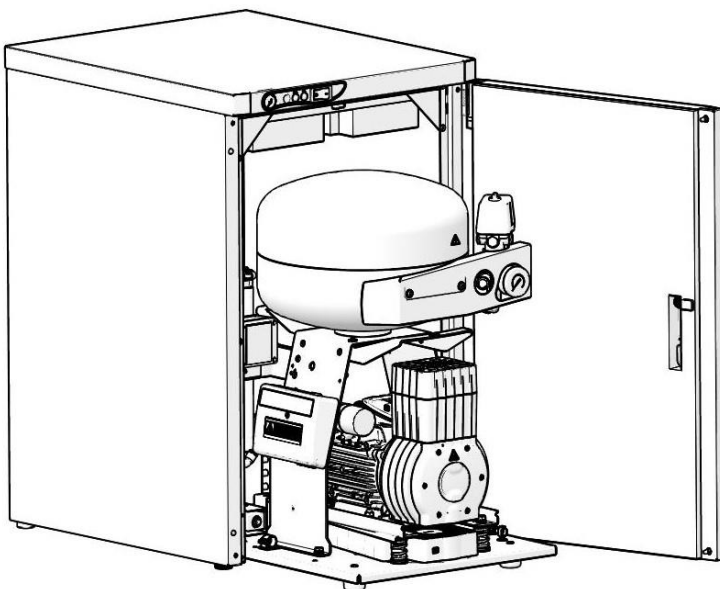

Abb. 13: Positionierung des Kompressors für elektrische Anschlüsse
- Positionieren Sie den Kompressor in einem solchen Abstand vom Schrank, dass der WINSTA-Stecker die elektrische Verbindung zwischen Kompressor und Schrank herstellen kann (Abb. 11, Abb. 13).